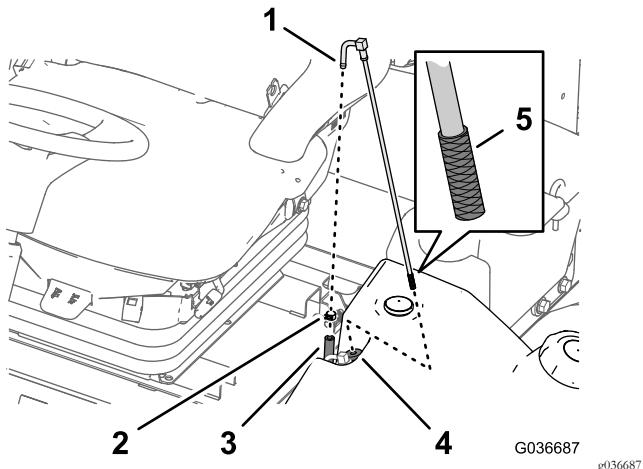

Figura 44
1. Retire la abrazadera que fija la manguera de suministro de combustible al acoplamiento del tubo de aspiración de combustible (Figura 44).
2. Retire la manguera del acoplamiento (Figura 44).
3. Eleve el tubo de aspiración de combustible del depósito de combustible (Figura 44).
- Limpie cualquier residuo de la rejilla al final del tubo de aspiración de combustible (Figura 44).
- Inserte el tubo de aspiración de combustible a través del casquillo de goma y en el depósito (Figura 44).